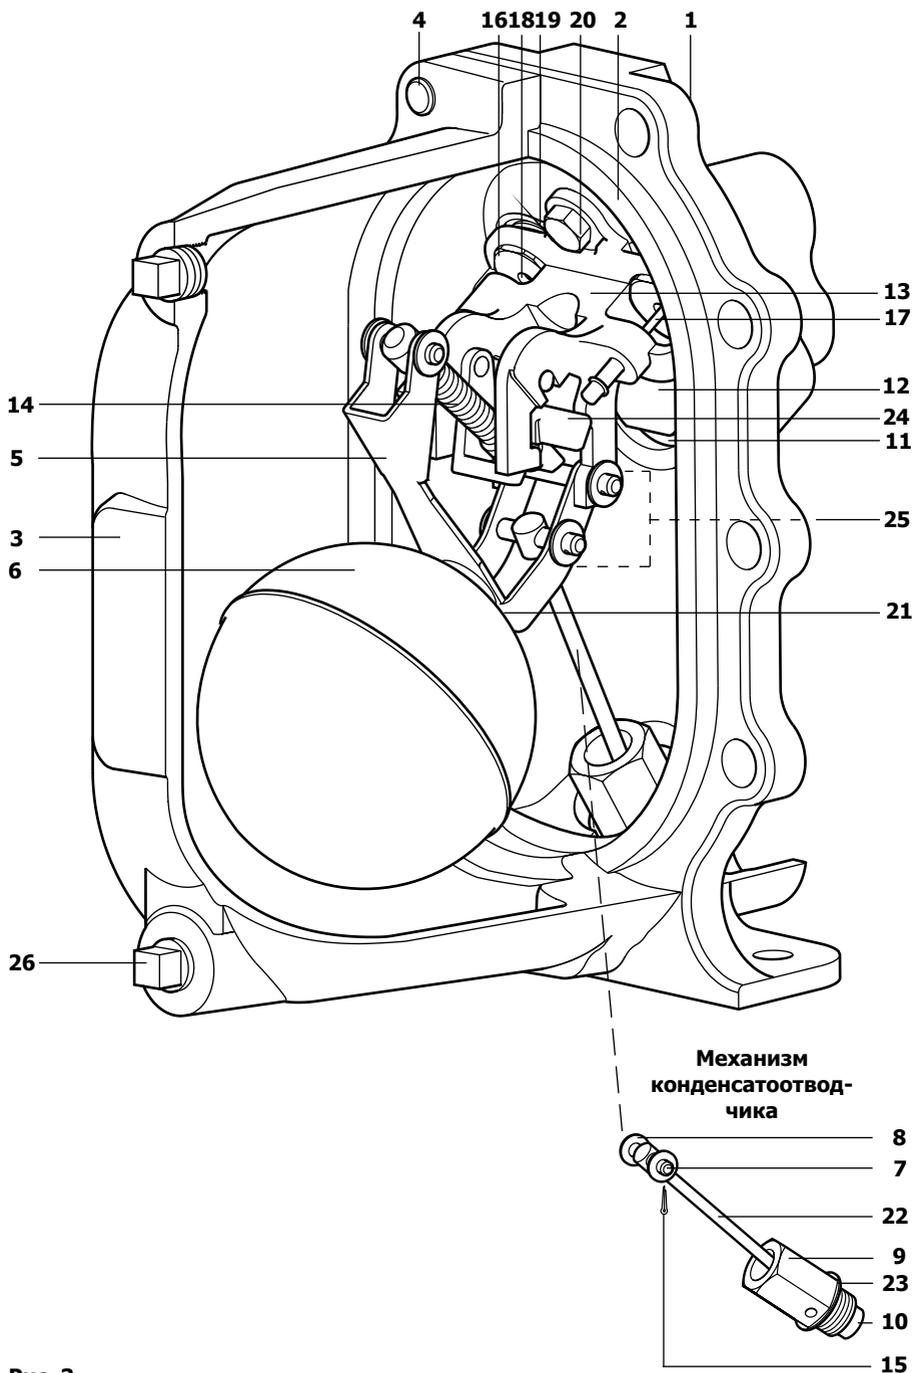

Рис. 3
**Прим.:** На рис. 3 (стр. 7) детали изображены подробнее.